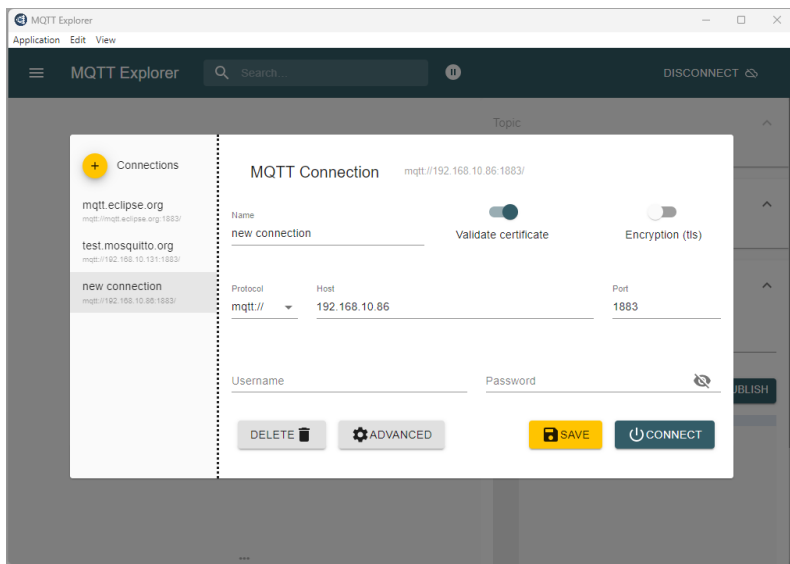

Рис. 3.44. Окно подключения MQTT Explorer
- Откройте программу MQTT Explorer (рис. 3.44) на ПК и подключитесь к MQTT-брокеру шлюза (IP_шлюза:1883).